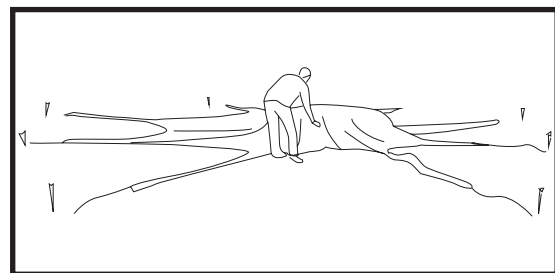

Abb. 7
13. Breiten Sie die Zeltplane innerhalb der durch die Verankerungen markierten Fläche aus (Abb. 7).